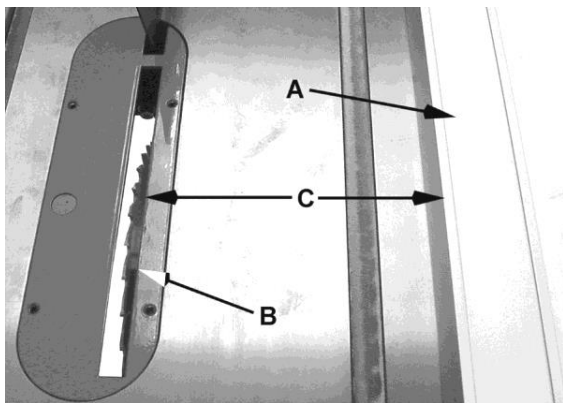

Рис. 8-4
*Продольный упор (А, Рис. 8-4) следует отрегулировать под ширину отпиливаемой заготовки (С) с помощью шкалы на передней направляющей либо путем измерения расстояния между упором (А) и пильным диском (В). Чтобы обезопасить себя от возможного отскока заготовки и попадания пыли и щепок, не стойте на линии распила.*